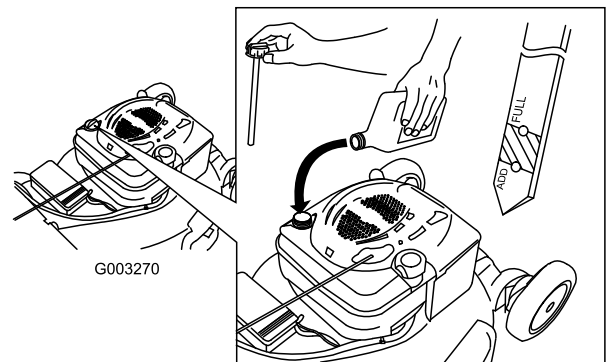

Figura 32
- Vierta **lentamente** aceite en el tubo de llenado hasta que el nivel llegue a la marca "Full" (lleno) de la varilla (Figura 32). **No llene demasiado.** (Capacidad máxima: 0,59 l (20 onzas), tipo: SAE 30W, aceite detergente con clasificación de servicio API SF, SG, SH, SJ, SL o superior.)